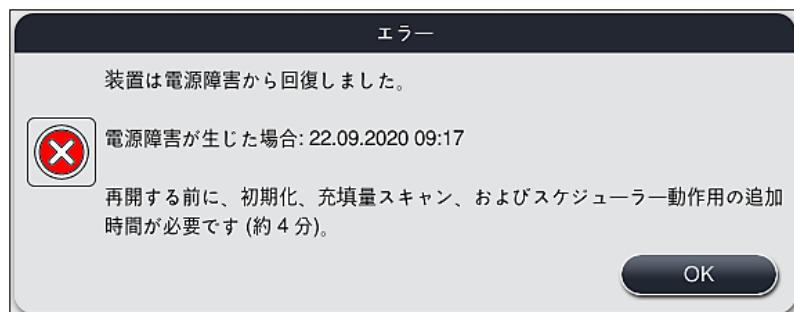

図 108
- ① 装置の再起動後、自動的に表示される最初の情報メッセージでは、電源障害の時刻が表示されます（→「図 108」）。このメッセージを確認して「OK」ボタンを押すと、染色処理を継続するための追加の指示が出ます。